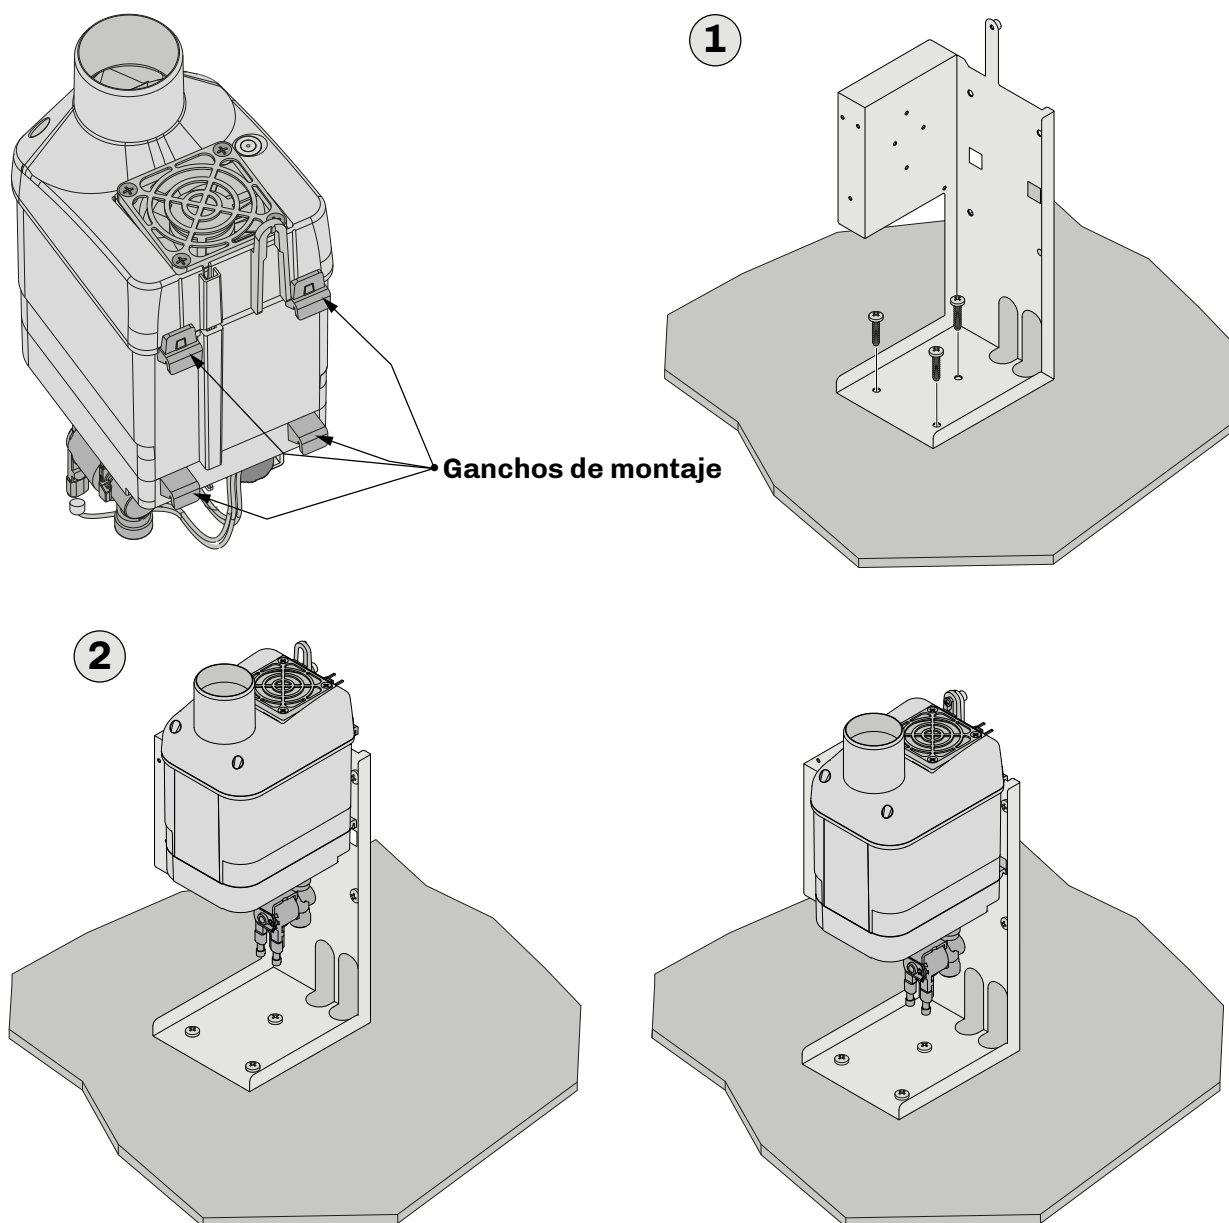

Fig. 10. Instrucciones de montaje de la caja sobre la base de apoyo
- Fijar la caja en la base siguiendo las instrucciones de la imagen "**FIG. 10. INSTRUCCIONES DE MONTAJE DE LA CAJA SOBRE LA BASE DE APOYO**" A PAGINA 22 y las medidas de los orificios y de la caja indicadas en el punto "4.3.2 **DIMENSIONES MISTRAL CON CAJA**" A PAGINA 15 (1);
- Enganchar el humidificador **Mistral** en la caja asegurándose de que quede bien fijado (2);